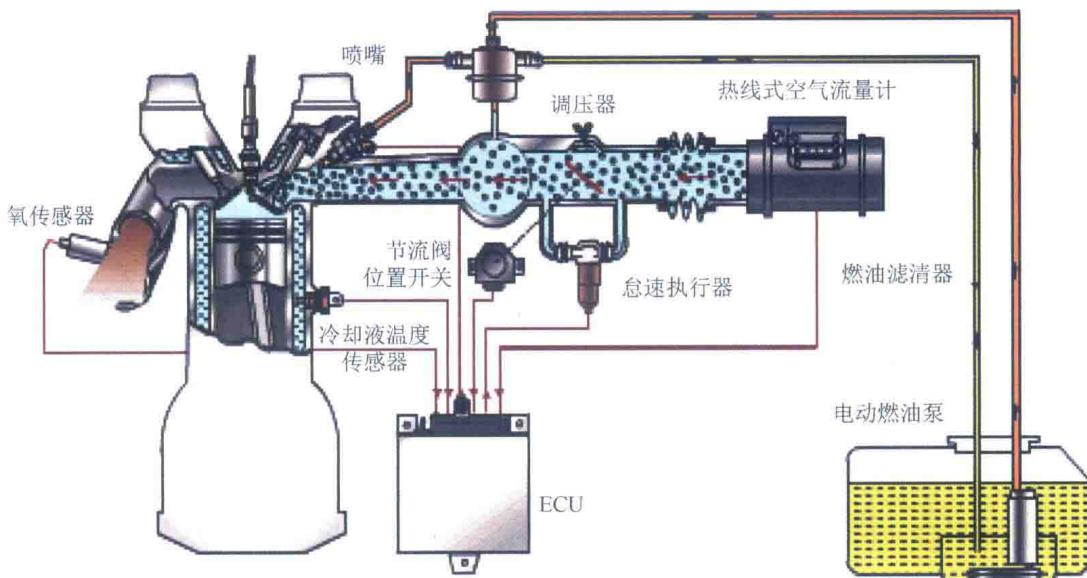

图 0-15 空气流量计直接计量式燃油喷射系统（L型）
- (2) 空气流量计直接计量式燃油喷射系统 (L型)：如图 0-15 所示，用空气流量计直接检测进气歧管的空气进气量。该计量式用空气流量计检测空气进气量，测量精度较高。